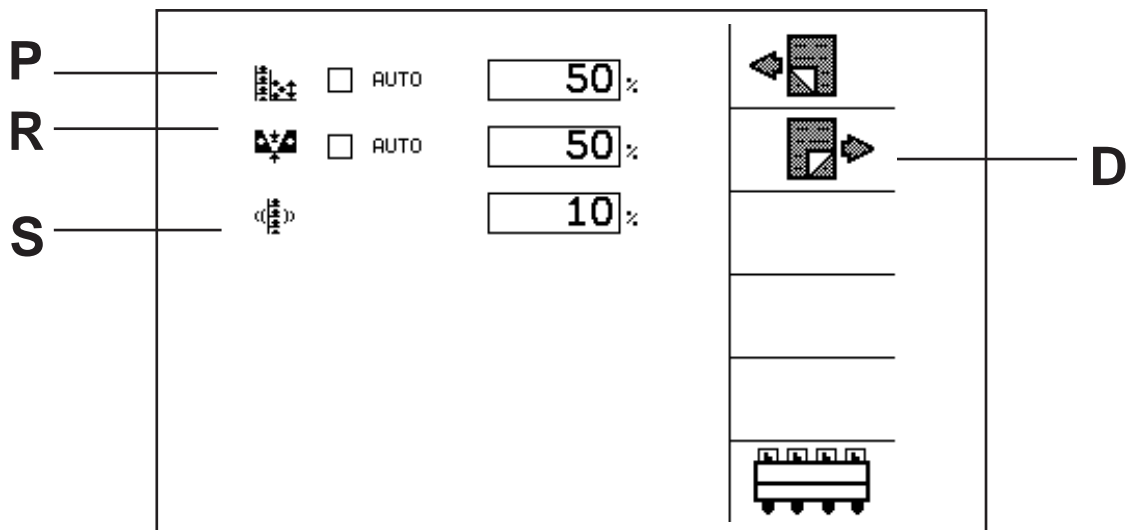

Fig. 62
- S** Définit l'intensité pour l'agitation. **Fig. 62**
- I** Quand la touche (Start) est enfoncée et si la sonde pour la profondeur automatique est désactivée, **(Voir Fig. 62/R)** les cylindres abaisseront l'avant de la machine pendant 5 secondes.